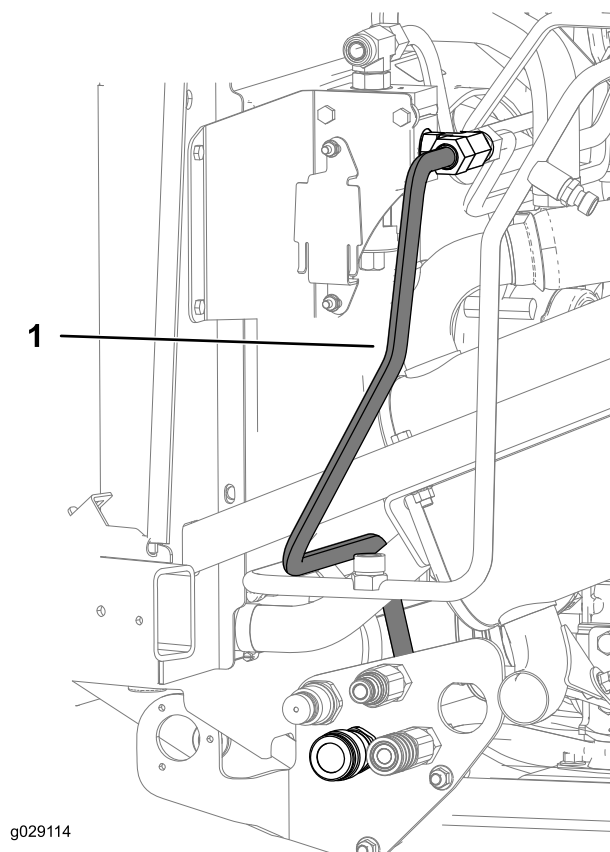

Figura 23
3. Instale o tubo hidráulico B da união adaptadora em T (5/8 pol. macho), no conjunto do coletor direito, no acoplador do anteparo (4,02 pol.) no conjunto do anteparo como se mostra na Figura 23.